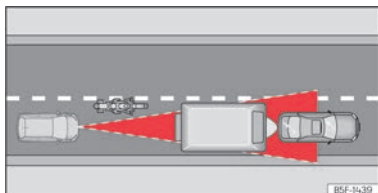

Abb. 108 Vorausfahrender Motorradfahrer außerhalb des Erfassungsbereichs des Radarsensors.
- Versetzt fahrende Fahrzeuge oder Fahrzeuge, die außerhalb des Erkennungsbereichs des Sensors fahren, z. B. Motorräder »» (Abb. 108).